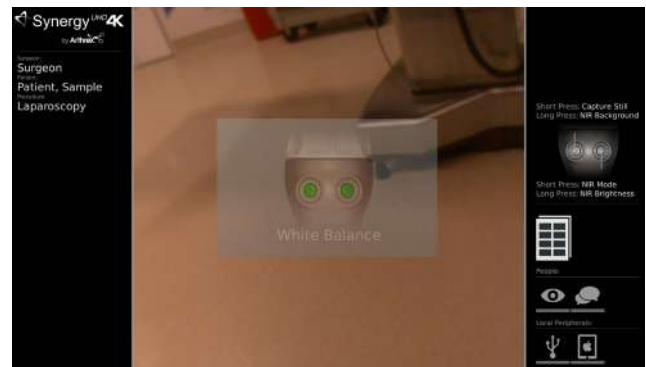

Figura 34– Ecran inițial Synergy^{HD}
2. Camera va necesita aproximativ 60 de secunde pentru a-și încărca complet software-ul de inițializare. Când software-ul s-a încărcat complet veți vedea ecranul inițial al Synergy^{HD} afișat mai jos (Figura 34).
15. După reușita operațiunii de calibrare pe alb, butoanele camerei endoscopice vor funcționa conform ecranului inițial Synergy^{1D}, Figura 34.